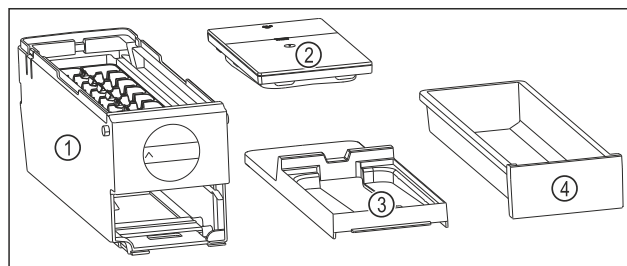

Fig. 133 Dele af EasyTwist-Ice
▷ EasyTwist-Ice er adskilt i fire dele. (se Fig. 133)
- ▶ EasyTwist-Ice må kun adskilles i de afbildede dele. (se Fig. 133)
- ▶ Rengør EasyTwist-Ice-legemet Fig. 133 (1) som en helhed.